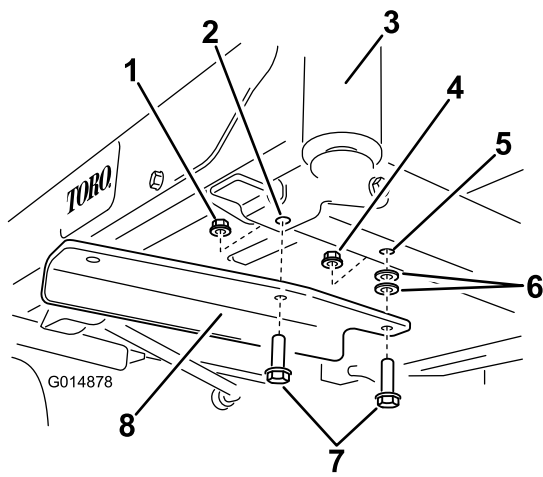

Figure 5
4. Fixez le support gauche sur la face inférieure du cadre à l'aide de 2 boulons ($\frac{3}{8}$ " x $1\frac{1}{4}$ "), 2 rondelles et 2 contre-écrous ($\frac{3}{8}$ ") (Figure 5).